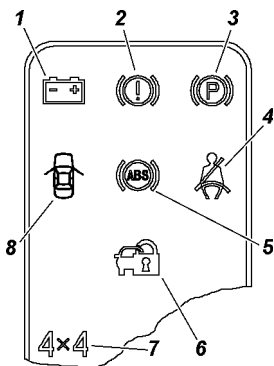

Рис. 3.4. Блок сигнализаторов
**3** - блок сигнализаторов (изображен на рис. 3.4)
На рис. 3.4 изображен блок сигнализаторов.